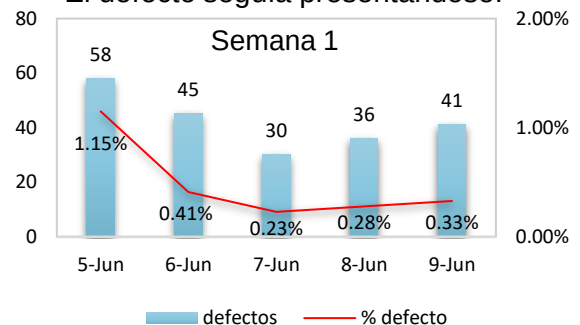

Fig. 25
2.3. Después de las mediciones confirmamos su variación (Fig.25). El defecto seguía presentandose.